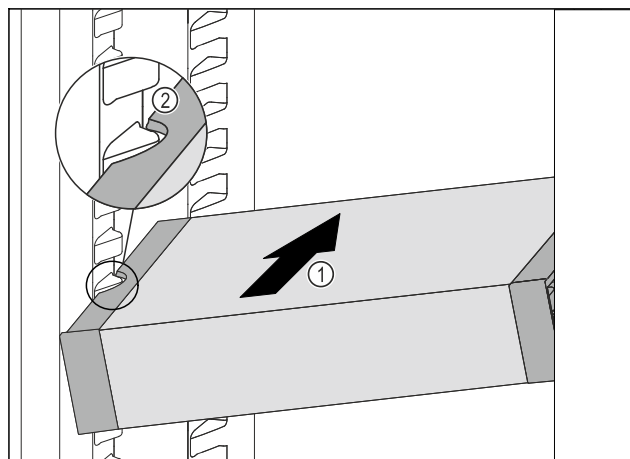

Fig. 176
- VarioSafe schräg in das Kühlteil einschieben Fig. 176 (1), bis sich die seitlichen Aussparungen Fig. 176 (2) des VarioSafes auf Höhe der Behälterrippe im Kühlteil befinden.